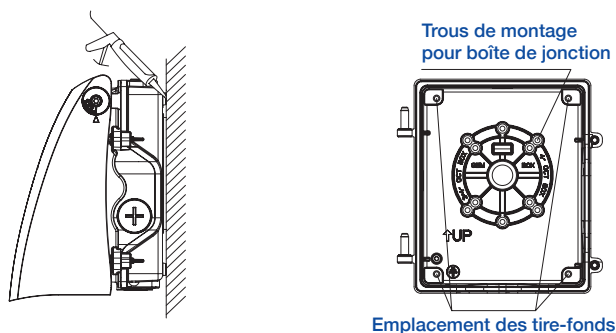

Fig. 3
3. Utiliser le patron de montage situé sur la plaque arrière pour fixer le luminaire à une boîte de jonction ou à une surface de montage (Fig. 3). La plaque arrière peut être séparée du luminaire en la soulevant au niveau des charnières. Si le montage n'est pas effectué sur une boîte de jonction, utiliser les débouchures fileté 1/2" situées au bas, à gauche et au haut du luminaire pour l'entrée de l'alimentation.
4. Connecter les fils conformément au schéma de câblage (page 1). Appliquer un cordon de silicone sur le dessus et les côtés du luminaire à l'endroit où il entre en contact avec le mur ou la surface de montage afin d'empêcher toute infiltration d'eau par l'arrière du luminaire (Fig. 3).